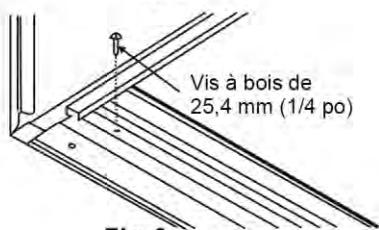

Fig. 6
4. Fixez le rail inférieur au cadre en bois avec deux grosses vis à bois de 2,5 cm (1 po) dans les deux trous dans le bas du canal reposant sur le cadre. (Voir Fig. 6).